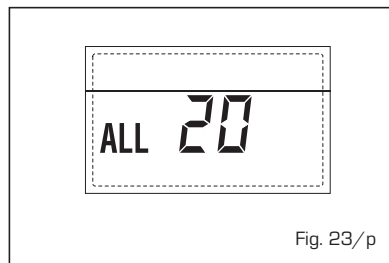

Fig. 23/p
**- ANOMALIA GUASTO SONDA MANDATA PRIMA ZONA MISCELATA "ALL 21"** (fig. 23/q)